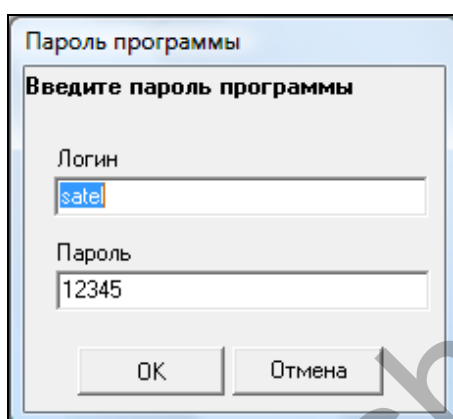

Рис. 19. Окно ввода пароля при первом запуске программы.
2. Запустите программу ACCO-SOFT-LT. Доступ к программе защищен паролем. При первом запуске программы доступ можно получить, используя заводской пароль, введенный по умолчанию. Заводской пароль можно тогда прочитать (см.: рис. 19). **Рекомендуется изменить пароль доступа к программе после первого запуска.** С этой целью, после открытия главного меню программы, в меню ФАЙЛ выберите ДОСТУП К ПРОГРАММЕ, и потом СМЕНА ПАРОЛЯ. Для того чтобы изменить логин или добавить других пользователей, которым будет разрешено использовать программу, необходимо в меню ФАЙЛ выбрать ДОСТУП К ПРОГРАММЕ, и потом ПОЛЬЗОВАТЕЛИ ПРОГРАММЫ.